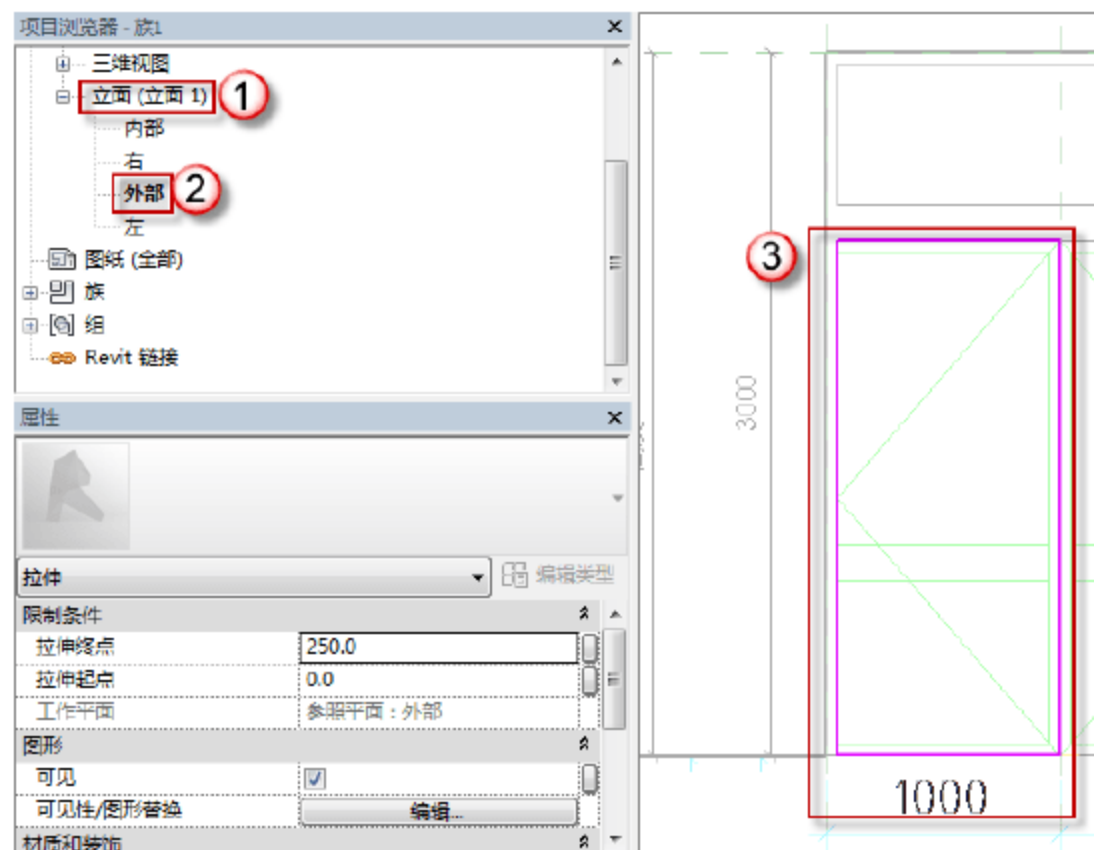
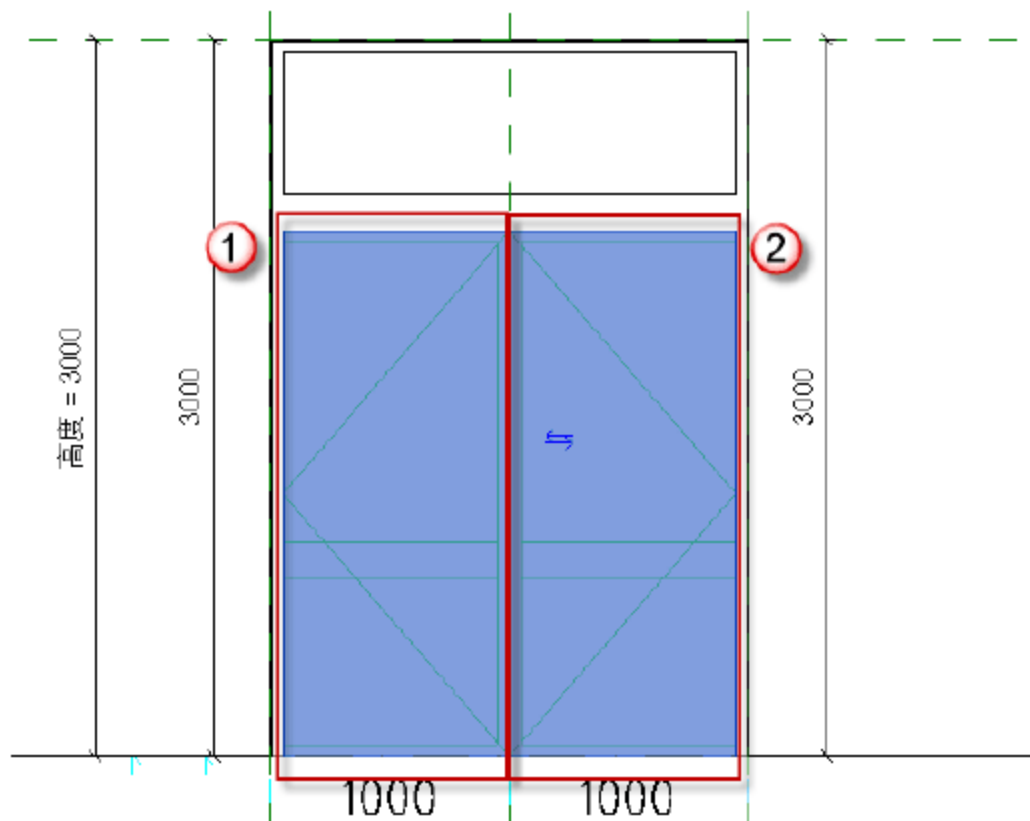

图 6.1.58 绘制门板
图 6.1.59 门板绘制完成
(14) 绘制门板。选择“项目浏览器”中的“立面 (立面 1)” → “外部”选项，可以进入双开门 M2030 的外部立面视图。选择“创建” → “拉伸”命令，进入“修改 | 编辑拉伸”界面，用菜单中的绘制工具将门板绘制完成，如图 6.1.58 所示。然后重复选择“创建” → “拉伸”命令，将右边门板绘制出来，单击√按钮，完成绘制，如图 6.1.59 所示。